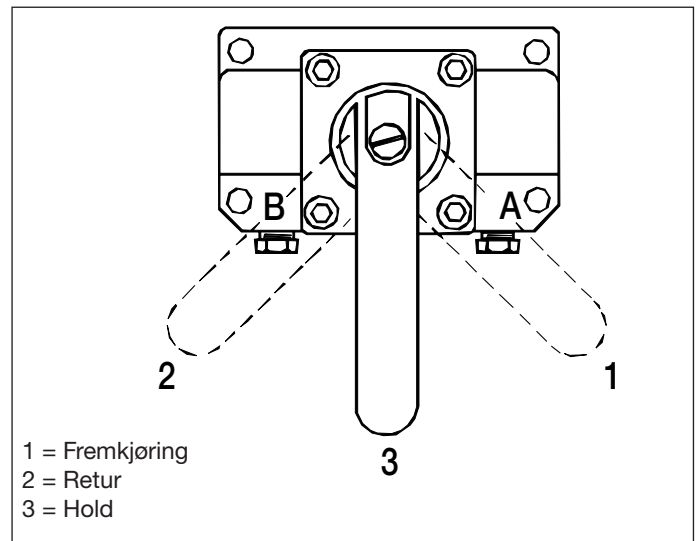
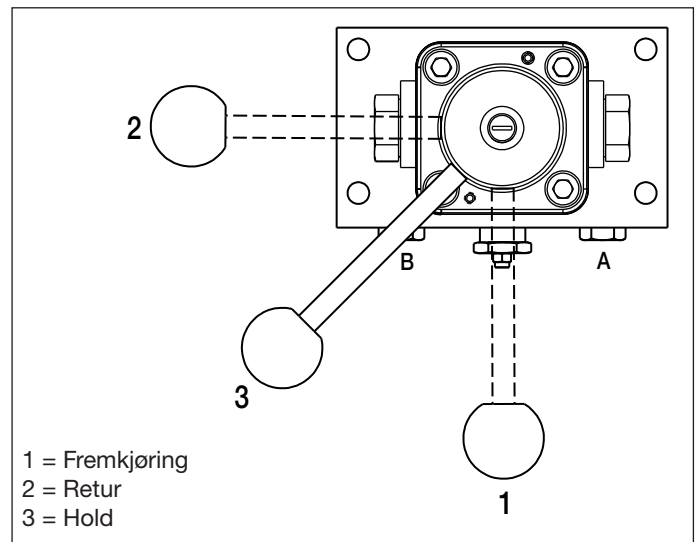

Fig. 11, Ventilhendelposisjoner, VM33, VM33L, VM43, VM43L
Fig. 12, Ventilhendelens posisjoner, VM33M, VM43M
- Drei kontrollventilhendelen til posisjonen for hold ("3"). Se fig. 11 for ventilposisjoner for VM33 og VM43. Se fig. 12 for ventilposisjoner for VM33M og VM43M.
- Drei kontrollventilhendelen til posisjonen for hold ("3"). Se fig. 11 for ventilposisjoner.